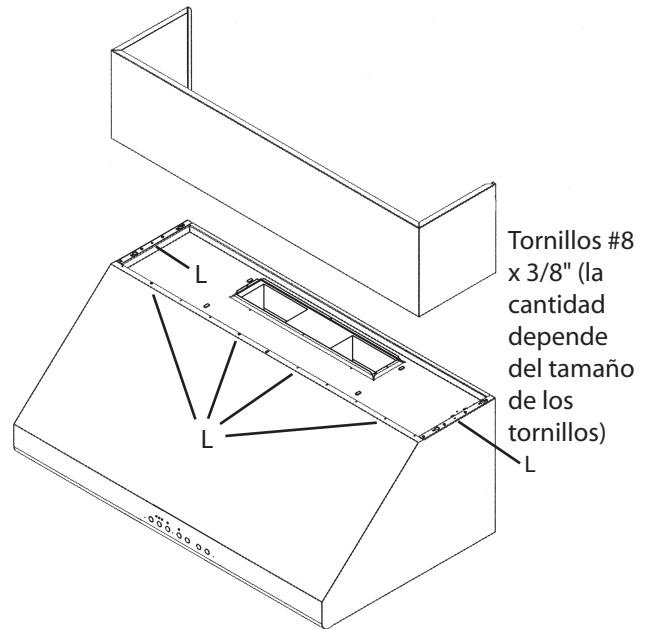

Figura 10: Instalación de la(s) cubierta(s) a la campana
Se pueden usar cubiertas opcionales (Figura 10) para rellenar el espacio entre la campana y el techo cuando se instala la campana en la pared. Cubiertas de 6" y 12" de altura están disponibles y se pueden pedir por separado.
2. Fije las cubiertas a la campana con tornillos para chapa (Figura 10).